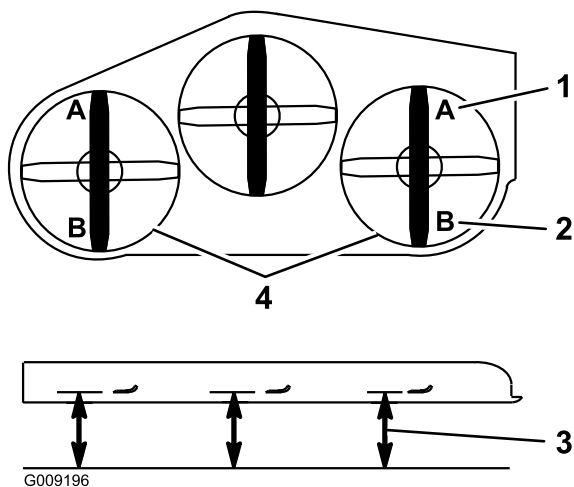

**Figura 102**
4. Empuje el pedal de elevación de la carcasa hacia delante del todo; la carcasa se enganchará en la posición de transporte de 140 mm (5½") (Figura 102).